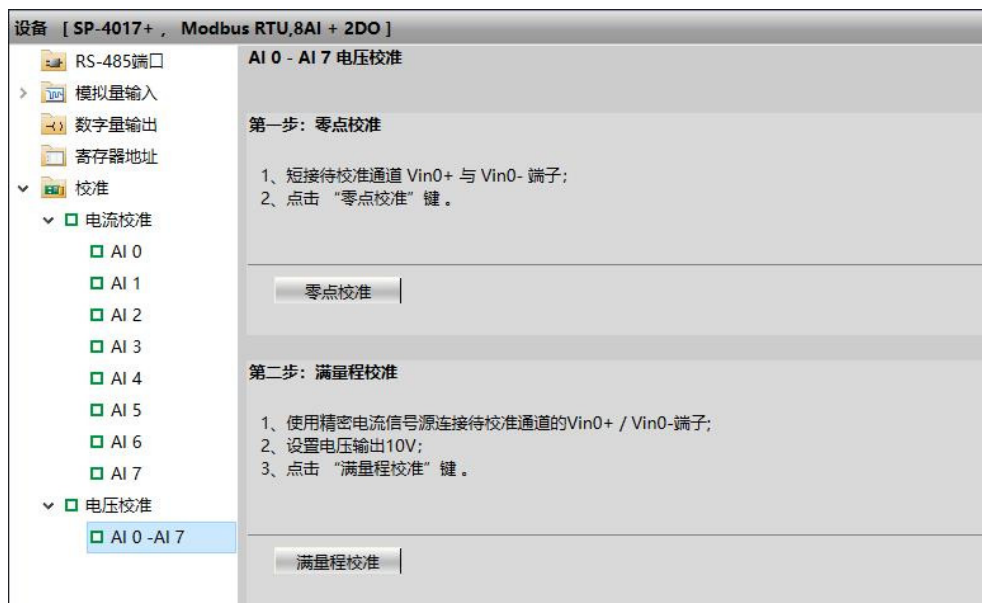

图 12
- 3、 “电压校准”只需对通道 0 (Vin0+ Vin0-) 进行校准，校准结果对所有通道有效，如图 12 所示；